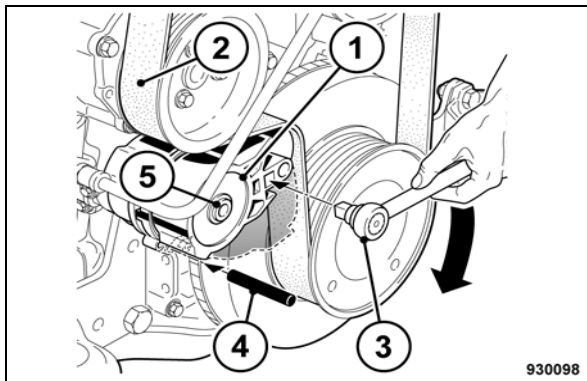

fig. 179
- Pousser la poulie de tension (1) (fig. 179) dans le sens de la flèche au moyen d'un cliquet (3) jusqu'à ce que l'axe d'arrêt (4) puisse être fixé dans l'orifice de montage.
- Retirer la courroie (2) tout d'abord de la plus petite poulie.
- Dévisser la vis de fixation (5) puis retirer la poulie de tension.